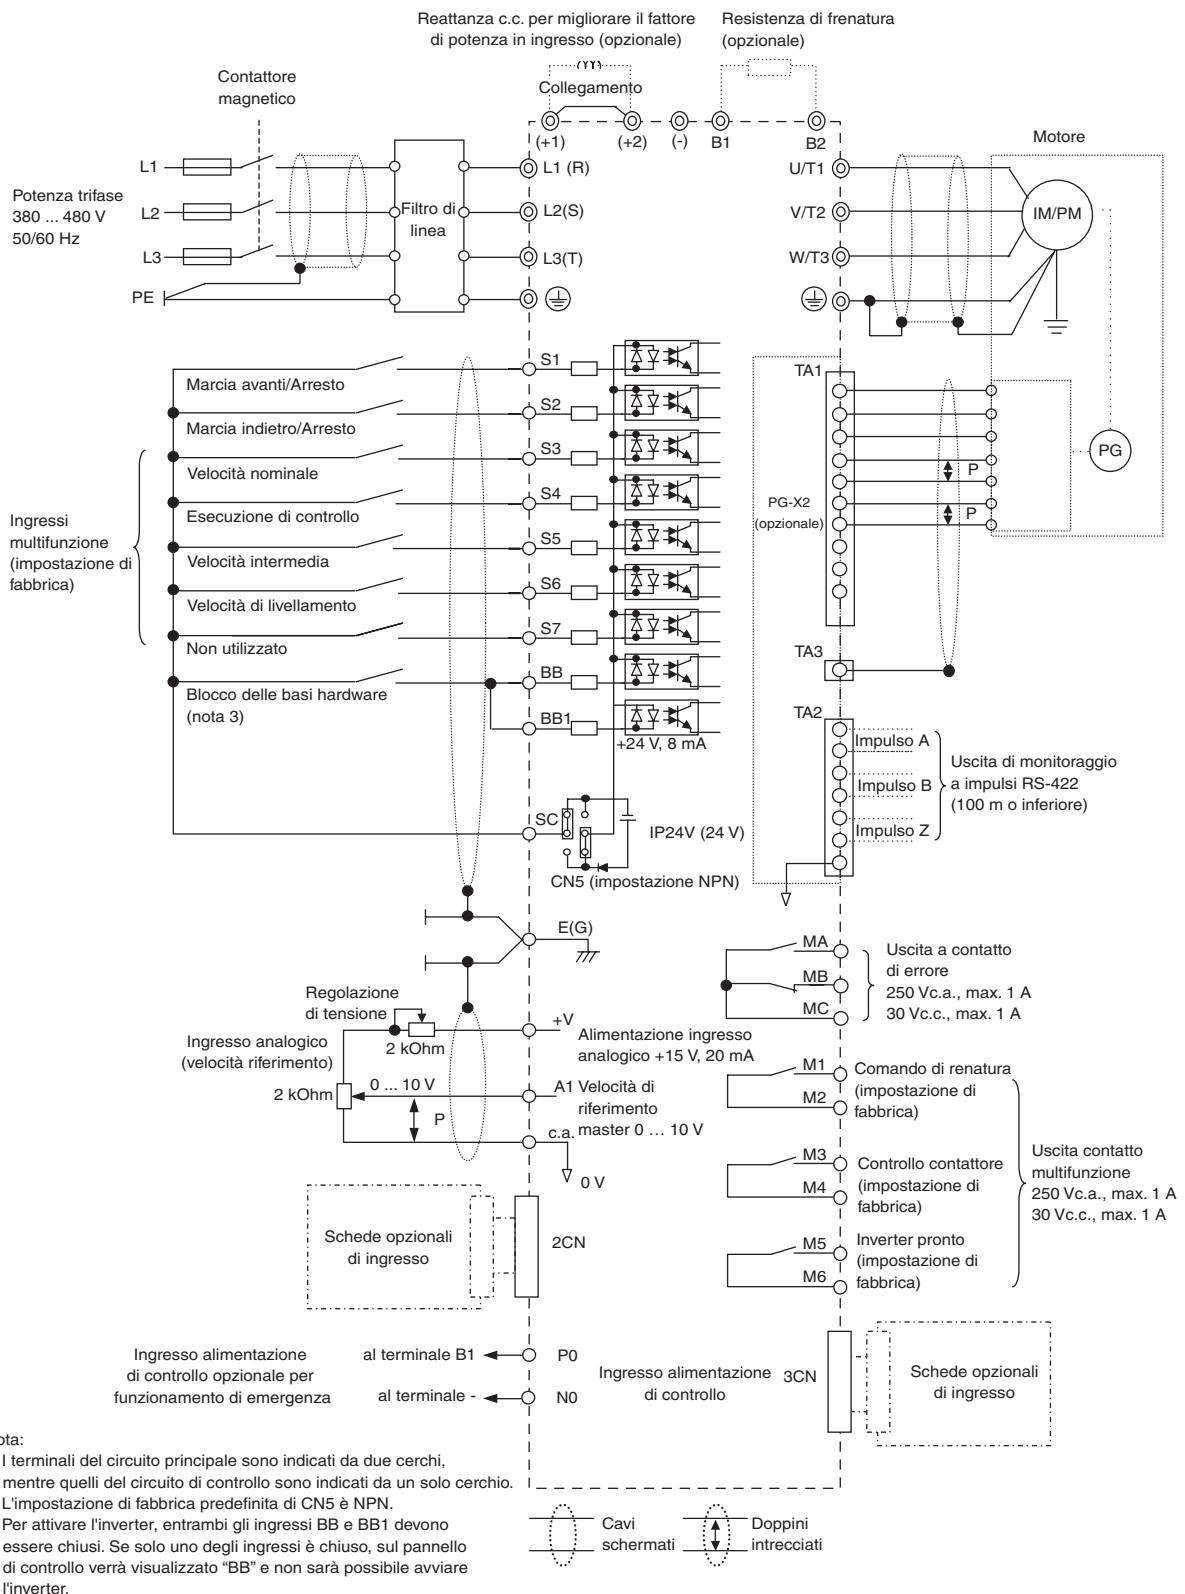

Fig. 4 Schema di cablaggio
- Nella Fig. 4 il cablaggio degli ingressi digitali da S1 a S7 e BB, BB1 è predisposto per il collegamento a contatto o transistor NPN (0V e modalità NPN). Questa è l'impostazione predefinita. Per il collegamento PNP o per utilizzare un'alimentazione esterna di 24 V, fare riferimento alla Tabella 3.